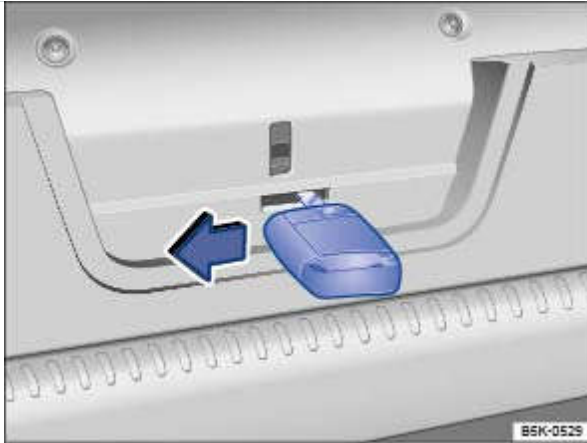

Fig. 254 Dans le capot arrière : déverrouillage du capot arrière
- Insérez le panneton dans l'ouverture prévue dans le capot arrière → Fig. 254 , puis poussez le levier de déverrouillage dans le sens de la flèche. Poussez simultanément le capot arrière vers l'extérieur jusqu'à ce qu'il s'ouvre.